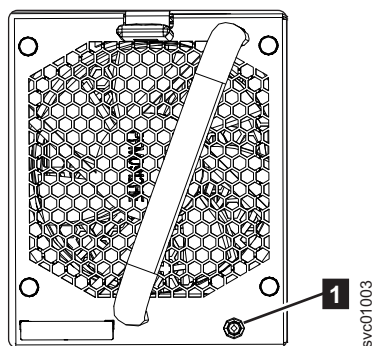

图 98. 风扇模块指示灯
1. 识别要更换的风扇模块。风扇模块前部的淡黄色指示灯（图 98 中的 **1**）点亮时，表示发生故障。